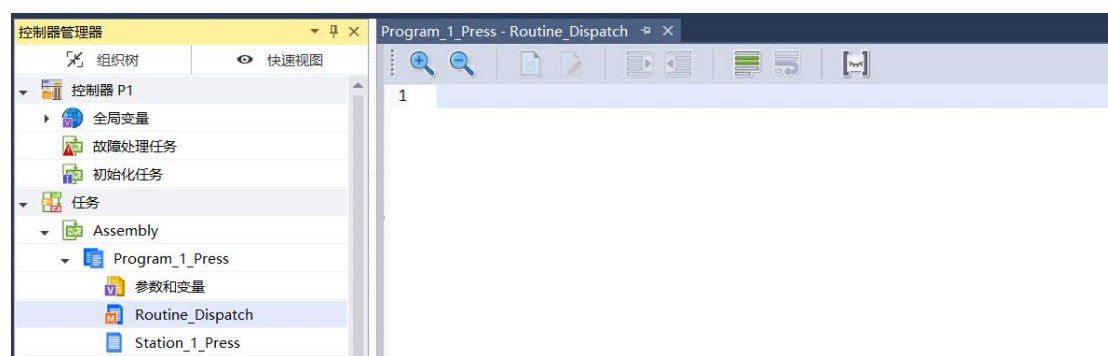

图 1-22 Routine_Dispatch 例程编程窗口
19. 在打开的编程窗口中编写调度程序，如图 1-22 所示。